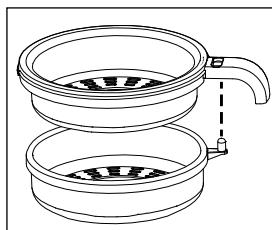

fig. 1
- ◆ Asamblați accesoriul cu sită **4/5**. În acest scop, așezați cele două părți una peste cealaltă, astfel încât comutatorul selectiv **6** să iasă prin orificiul părții superioare **4** (fig. 1). Apăsați cele două părți una peste cealaltă până se îmbină.